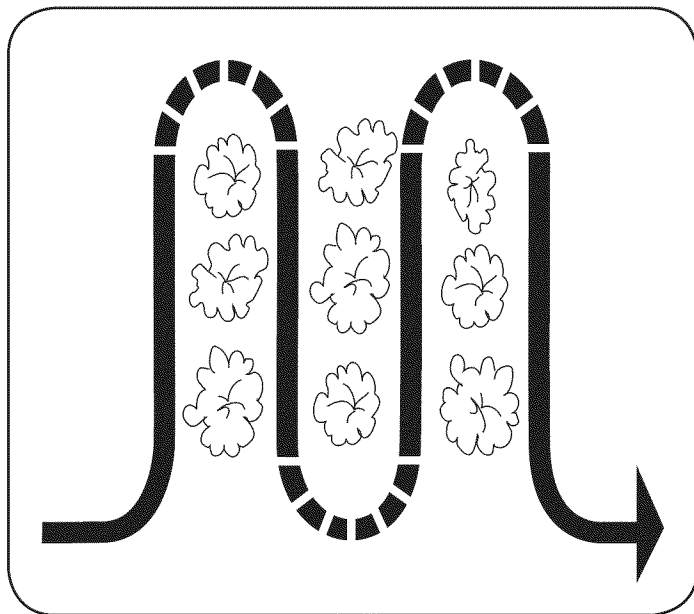

Figura 15
- Cuando libre la tierra (rompiendo la superficie de suelo alrededor de las plantas para destruir las malezas, vea la Figura 15), ajuste los dientes para cavar únicamente a una profundidad de 1 a 2 pulgadas. La labranza a poca profundidad ayuda a evitar lesiones a las plantas cuyas raíces a menudo crecen cerca de la superficie. Si es necesario, levante las barras de control ligeramente para evitar que los dientes cavén demasiado profundo. (La labranza regular no sólo elimina malezas, sino que además afloja y airea el suelo para mejor absorción de la humedad y crecimiento más rápido de las plantas). Si se riega el área del jardín unos cuantos días antes de la labranza se facilitará esta tarea; también se contribuye permitiendo al suelo recién trabajado asentarse por uno o dos días antes de la pasada final, profunda, de la cultivadora.